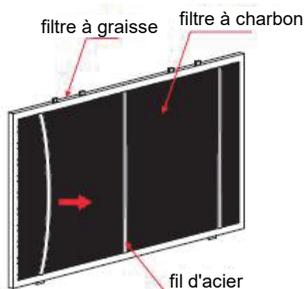

Fig. 1
2. Retirez le fil d'acier en appliquant une force appropriée, comme illustré sur la Fig. 1
- Repérez la boîte de jonction, dévissez les vis figurant sur le couvercle de la boîte de jonction, puis retirez le couvercle de la boîte de jonction (s'il y a une plaque de serrage qui maintient le câble d'alimentation de la lampe, celle-ci doit être démontée en premier), voir Fig. 1.